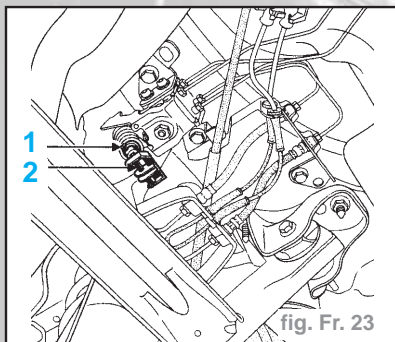

fig. Fr. 23
- Pour le réglage du compensateur de freinage, débloquer la vis (1) et agir sur la position de la tige (2) dans le manchon (fig. Fr. 23).